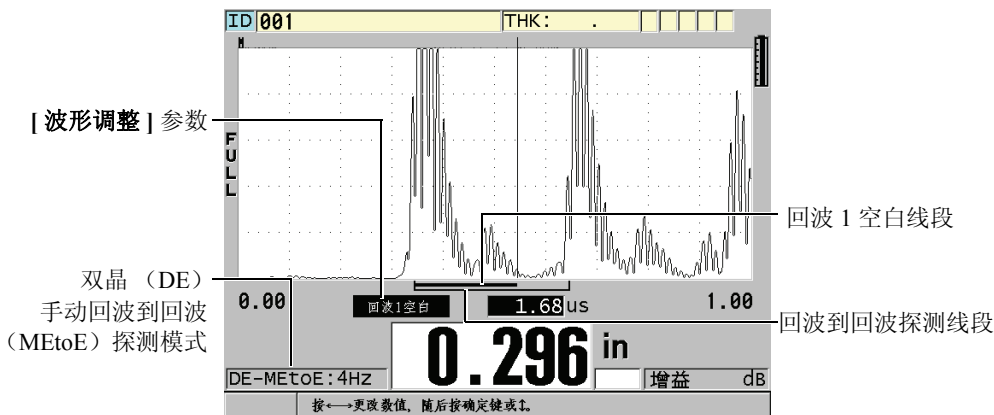

图 5-14 在手动回波到回波探测模式下进行测量
**DE-MEtoE**（双晶手动回波到回波）指示器出现在厚度读数的左侧。手动模式下的回波到回波探测线段与自动回波到回波模式的相似，不同之处是手动模式的线段包含一段可调节的 E1 空白线段，用以表明没有用于测量的回波区域（参见第 72 页的图 5-14）。仪器测量回波 1 空白后面的第一个回波，这个回波的波幅至少为波形显示高度的 20%。在这个模式下，按 **[波形调整]**，然后使用箭头键调整**扩展空白**、**回波 1 空白**及**增益**参数。